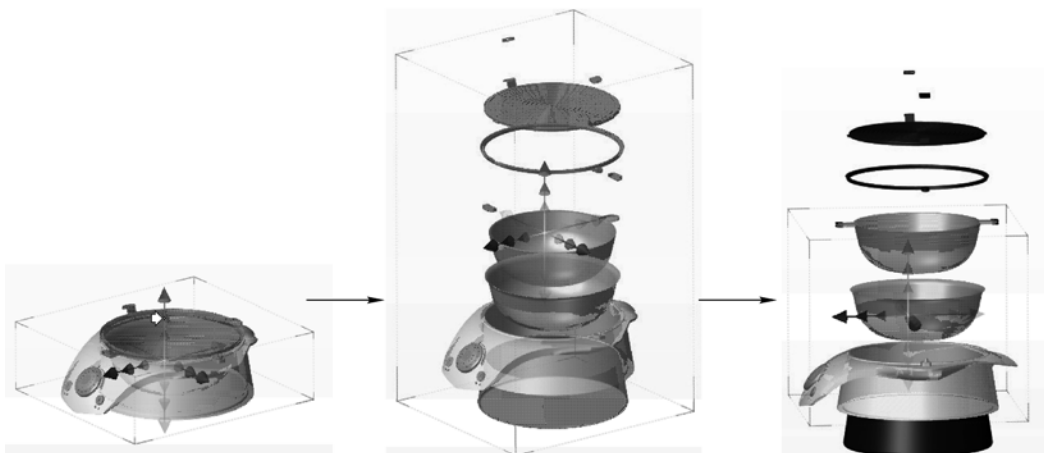

图 8-24 线性爆炸
STEP 1 打开本书提供的素材文件“烧烤炉.smg”,框选所有角色,然后切换到“变换”选项卡,单击“爆炸”栏中的“线性”按钮,向上拖动绘图区坐标轴向上的箭头,可对装配模型执行初步爆炸操作,然后单独选择某几个角色,执行线性爆炸操作,对爆炸进行微调,如图 8-24 所示。